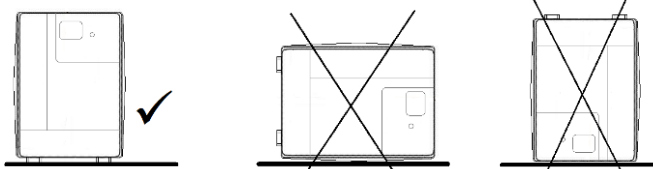

Abb. 5-1 Aufstellung als Standgerät für die gesamte ALL90600-92000T -Serie.
- Beachten Sie die vorgegebene senkrecht stehende Installationslage (siehe Abb. 5-1);